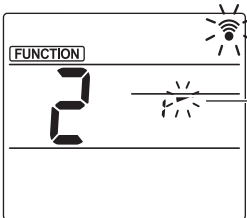

Fig. 3-3
③ Ajuste el ángulo del deflector (Fig. 3-3)